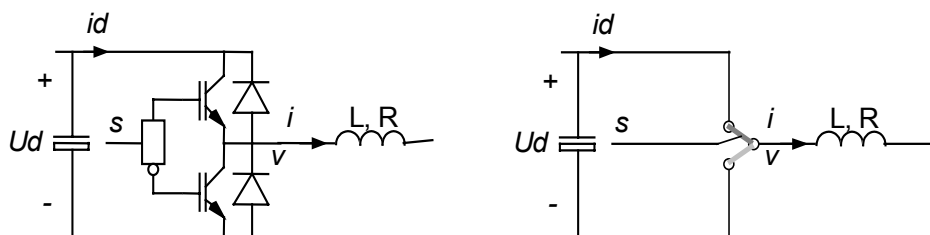

Figur 1 Översikt Labsystem
- 7 Uttryck den elektriska effekten på lik- och växelströmssidan av den trefasig frekvensomvandlaren i figur 1 i detta labpm? Använd grundton på VS-sidan.